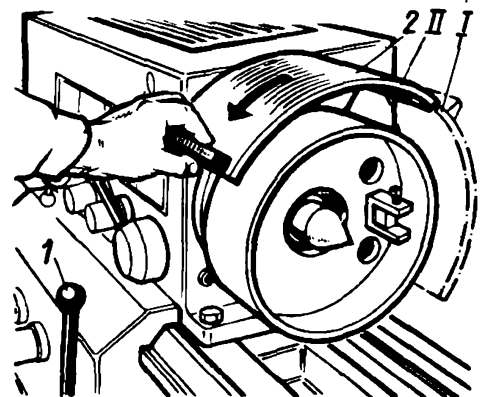
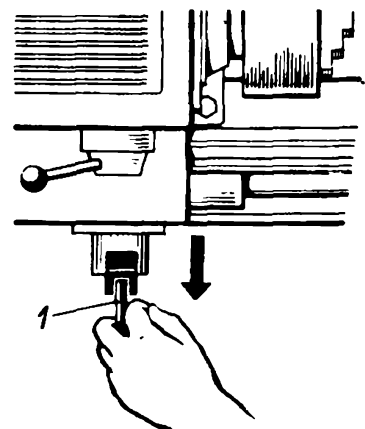

Рис. 15
Рис. 16
3.1. Подготовить станок к выключению. Лево́й рукой вывести кожух 2 из положения I в положение II по стрелке, изображенной на рис. 15; проверить, закрыт ли кожух сменных зубчатых колес и дверца электрошкафа управления.
3.3. Включить механизм шпинделя на прямое вращение. Повернуть рукоятку 1 (см. рис. 15) на себя по стрелке, изображенной на рис. 16, а затем из среднего положения I вправо в положение II